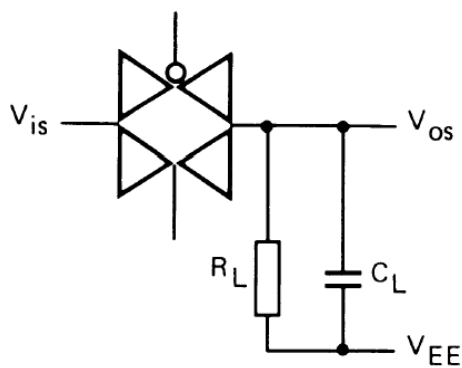

图 4
4.  $R_L=10K\Omega$ ;  $C_L=15pF$ ; 通道开通;  $V_{IS}=V_{DD(P-P)}/2$  (正弦波, 在  $V_{DD}/2$  处对称),  $f_{IS}=1KHz$ ; 如图 4 所示
7.  $R_L=1K\Omega$ ;  $C_L=5pF$ ; 通道关断;  $V_{IS}=V_{DD(P-P)}/2$  (正弦波, 在  $V_{DD}/2$  处对称);  $20lg(V_{OS}/V_{IS})=-50dB$ ; 如图 4 所示
8.  $R_L=1K\Omega$ ;  $C_L=5pF$ ; 通道开;  $V_{IS}=V_{DD(P-P)}/2$  (正弦波, 在  $V_{DD}/2$  处对称);  $20lg(V_{OS}/V_{IS})=-3dB$ ; 如图 4 所示